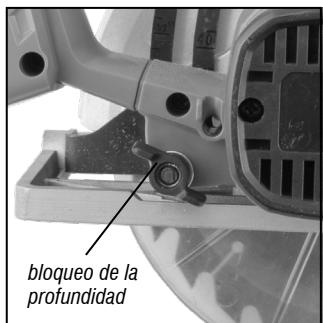

Fig. 6 – Palanca de bloqueo de profundidad
- a. Suelte la palanca de bloqueo de la profundidad (Fig. 6).*